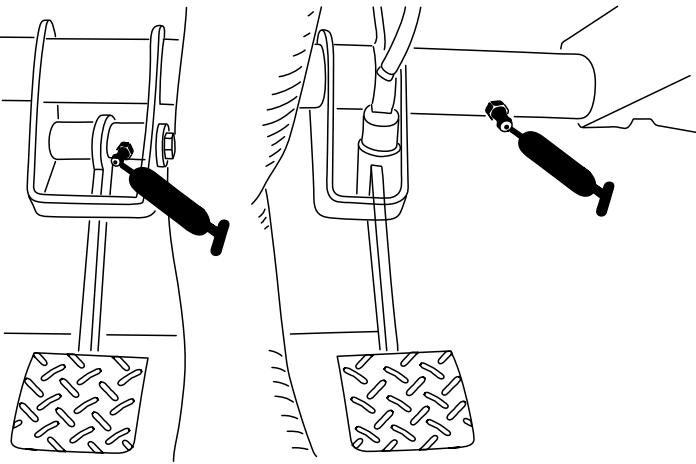

Figura 41
- Embrague (1) y freno (1), según se muestra en Figura 41